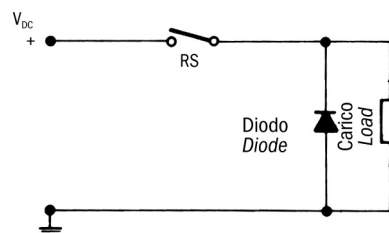
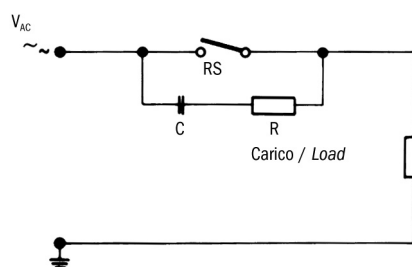

Fig.1 Protezione con corrente continua per carichi induttivi.
Fig.2 Protezione con corrente alternata con collegamento RC per carico induttivo.
1) Carichi induttivi In presenza di circuiti alimentati con corrente continua, la protezione del contatto è relativamente facile. Si deve collegare in parallelo al carico un diodo semiconduttore come indicato nella fig. 1 (vedi pagina seguente). Le polarità devono essere collegate in modo che il diodo si blocchi con il normale voltaggio di esercizio e sempre in corto circuito nel caso di inversione delle polarità. Quando si commutano dei carichi induttivi alimentati con corrente alternata non si può utilizzare un diodo, bisogna usare un dispositivo di soppressione dell'arco. Di solito si tratta di un collegamento RC parallelo al commutatore e quindi in serie con il carico, come da fig. 2 (vedi pagina seguente). La dimensione del soppressore di arco può essere determinata dal monogramma di fig. 3 (vedi pagina seguente).